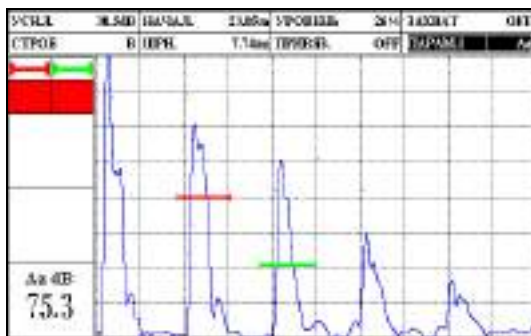

Рисунок 2.42 – Вывод значения амплитуды в зоне А
5. В группе настроек «ЗОНЫ» - «ПАРАМ. 1» включить отображение значения амплитуды сигнала в зоне А – Аa (рис. 2.42).